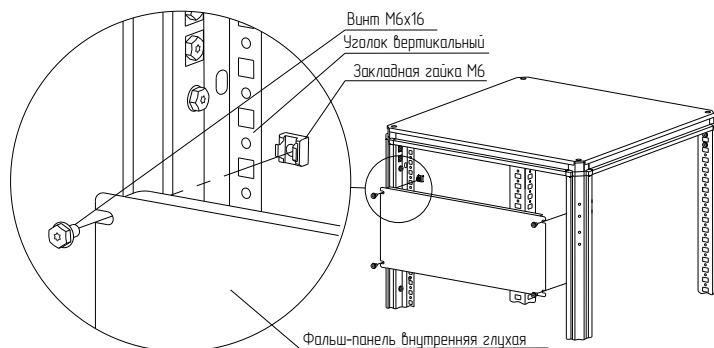

Рисунок 23
– вариант 2. Набором «закладная гайка М6 – винт М6×16 – шайба 6». Для этого предварительно установить закладные гайки в квадратные отверстия уголка вертикального для фальш-панелей внутренних и закрепить фальш-панель внутреннюю глухую винтами М6×16 с шайбами 6 (рисунок 23). Момент затяжки – 7 Н·м. Набор крепежа приобрести отдельно.